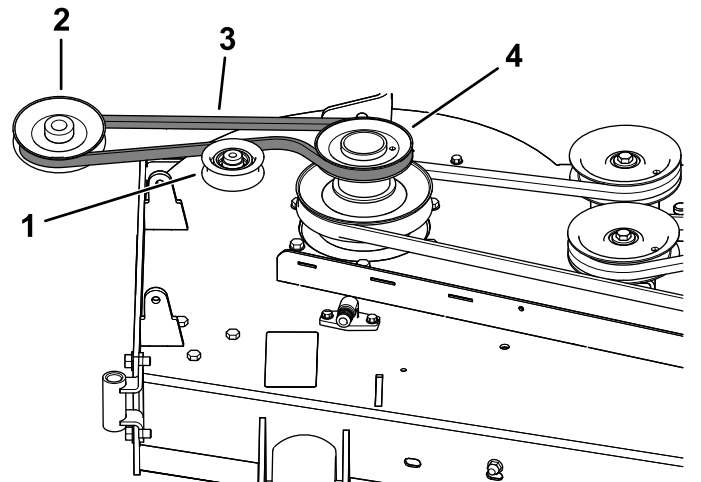
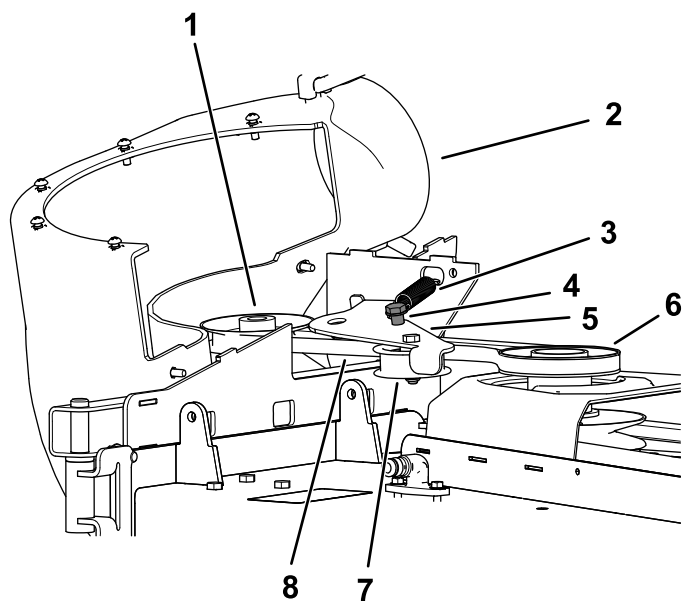

Figura 25
Figura 26
1. Se necessario, montate la cinghia sulla puleggia del soffiatore (Figura 25).
1. Montate la cinghia attorno alla puleggia del soffiatore (Figura 25 e Figura 26); fate riferimento a 10 Montaggio del gruppo soffiatore (pagina 15).
- Tirate la puleggia tendicinghia caricata a molla lontano dal supporto per molla fisso e avvolgete la cinghia attorno alla puleggia del piatto di taglio (Figura 26).
- Fate passare la cinghia intorno alla puleggia motrice, come illustrato in Figura 25 e Figura 26.